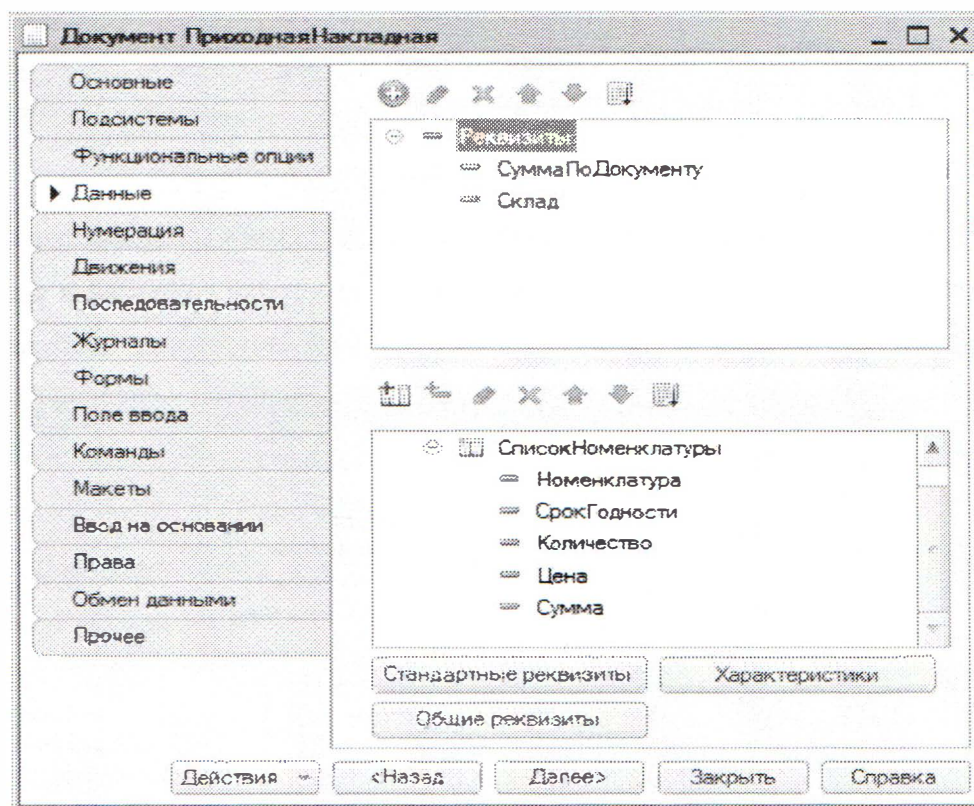

Рисунок 356
– Документ «Приходная накладная» регистрирует приход оборудования, которое фиксируется в табличной части документа «Список номенклатуры» с указанием срока годности (для очередности ввода в эксплуатацию), количества и цены (для расчета себестоимости) (Рисунок 356).